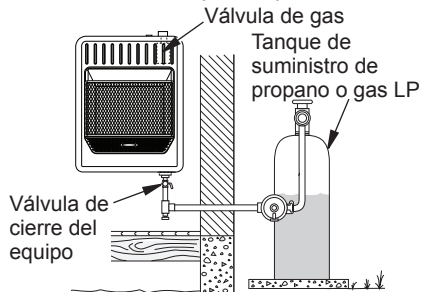

Figura 19 - Propano/LP suministro de gas
3. Revise todas las uniones desde el medidor de gas, tanto para suministro de gas natural o propano/LP, hasta la válvula de cierre del equipo (consulte la figura 19 o 20). Aplique en todas las uniones algún líquido de detección de fugas que no sea corrosivo. La formación de burbujas indicará una fuga.
4. Revise todas las uniones entre la válvula de cierre del equipo y válvula de control (consulte la figura 19 o 20, página 51). Aplique en todas las uniones algún líquido para detectar fugas que no sea corrosivo. La formación de burbujas indicará una fuga.